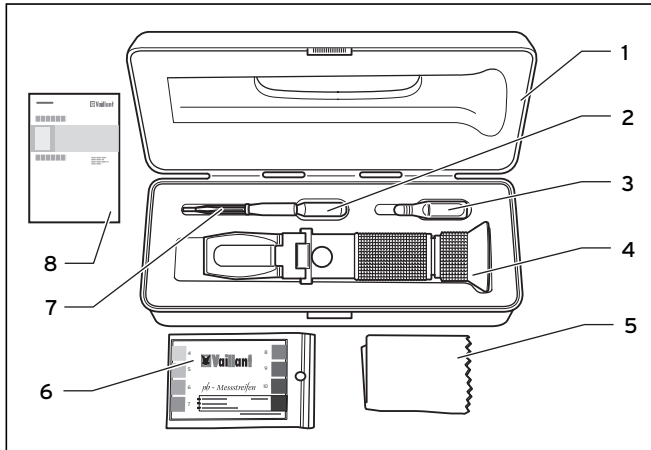
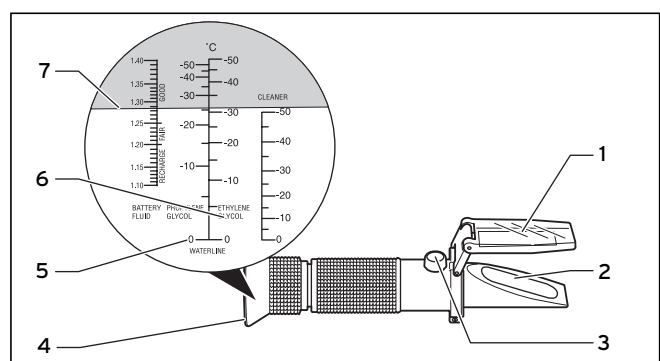

Abb. 3.1 Lieferumfang Refraktometer
Abb. 4.1 Frostschutz ermitteln
- Nehmen Sie das Refraktometer (**4**, Abb. 3.1) aus dem Transportkoffer (**1**, Abb. 3.1).
- Öffnen Sie die Abdeckplatte (**1**, Abb. 4.1) des Refraktometers, bringen Sie 1-2 Tropfen destilliertes Wasser auf die Prismenoberfläche (**2**, Abb. 4.1) und schließen Sie die Abdeckplatte durch leichtes Andrücken auf die Prismenfläche, so dass sich das destillierte Wasser ohne Luftblasen oder trockene Bereiche über die komplette Prismenoberfläche ausbreitet.
- Wenden Sie das spitze Ende des Refraktometers zum Licht und sehen Sie in das Okular (**4**, Abb. 4.1).
- Justieren Sie das Okular durch Drehen so, dass die Grenzlinie (**7**, Abb. 4.1), die den hellen vom dunklen Teil trennt, scharf sichtbar wird.
- Stellen Sie diese Linie durch Drehen der Justierschraube (**3**, Abb. 4.1) mittels des kleinen Schraubendrehers (**7**, Abb. 3.1) so ein, dass sie deckungsgleich mit der Wasserlinie (**5**, Abb. 4.1) ist.
- Trocknen Sie unverzüglich nach der Justierung sorgfältig die Prismenoberfläche und die Abdeckplatte mit dem Putztuch (**5**, Abb. 3.1).
- Öffnen Sie die Abdeckplatte (**1**, Abb. 4.1) des Refraktometers, bringen Sie 1-2 Tropfen der Solarflüssigkeit mittels der Pipette (**2**, Abb. 3.1) auf die Prismenoberfläche (**2**, Abb. 4.1) und schließen Sie die Abdeckplatte durch leichtes Andrücken auf die Prismenfläche, so dass sich die Solarflüssigkeit ohne Luftblasen oder trockene Bereiche über die komplette Prismenoberfläche ausbreitet.
Grenzlinie (**7**, Abb. 4.1), die den hellen vom dunklen Teil trennt, scharf sichtbar wird. Ermitteln Sie an der Grenzlinie auf der Propylenglykol-Skala (**6**, Abb. 4.1) den Ablesewert.
- Entfernen Sie unverzüglich nach der Messung die Solarflüssigkeit sorgfältig von der Prismenoberfläche und der Abdeckplatte durch vorsichtiges Abputzen mittels eines weichen wasserbefeuchteten Tuches und nachfolgender Trocknung mit dem Putztuch (**5**, Abb. 3.1).
- Trocknen Sie unverzüglich nach jeder Eichung des Refraktometers sorgfältig die Prismenoberfläche (**2**, Abb. 4.1) und die Abdeckplatte (**1**, Abb. 4.1) mit dem Putztuch (**5**, Abb. 3.1).
- Entfernen Sie unverzüglich nach jeder Ermittlung des Frostschutzes die Solarflüssigkeit sorgfältig von der Prismenoberfläche und der Abdeckplatte durch vorsichtiges Abputzen mittels eines weichen wasserbefeuchteten Tuches und nachfolgender Trocknung mit dem Putztuch (**5**, Abb. 3.1).
- Nehmen Sie ein pH-Indikatorstäbchen (**6**, Abb. 4.1) aus der Verpackung und schließen Sie diese sofort wieder.